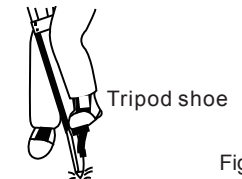

Fig.2
- (2) Réglez le trépied à peu près horizontalement Fixez-le sur le sol (Figure 2)